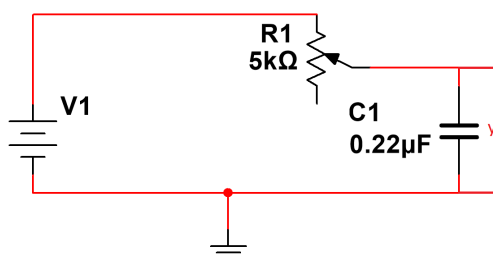

Figura 28. Sistema eléctrico de primer orden
5. Alambrar en la protoboard el sistema mostrado en la Figura 28.